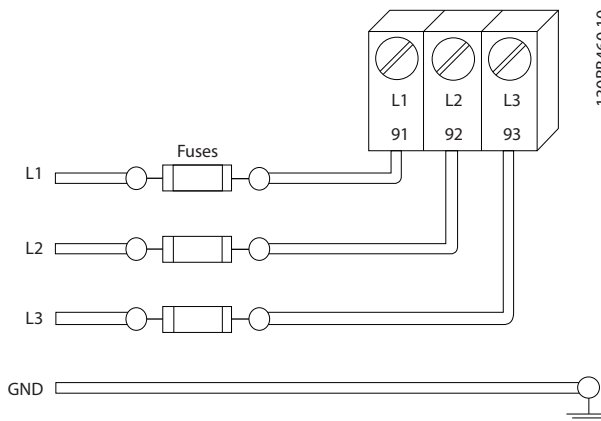

Bild 2.6 Frekvensomformarsäkringar
- Alla frekvensomformare måste vara försedda med kortslutningsskydd och överspänningsskydd. För detta krävs det ingångssäkringar – se Bild 2.6. Om